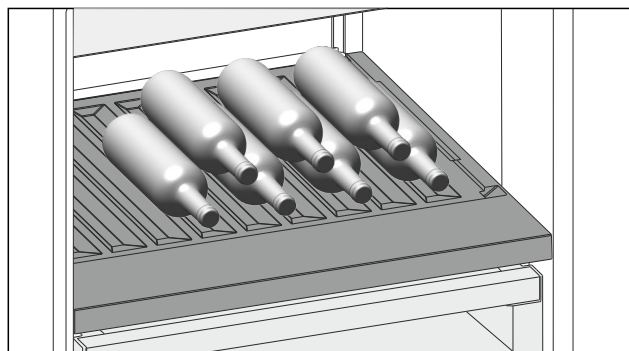

Fig. 193 Shembull ilustrues
- Shtrini shishet me fundin të drejtuar në faqen e pasme të frigoriferit. (shihni Fig. 193)